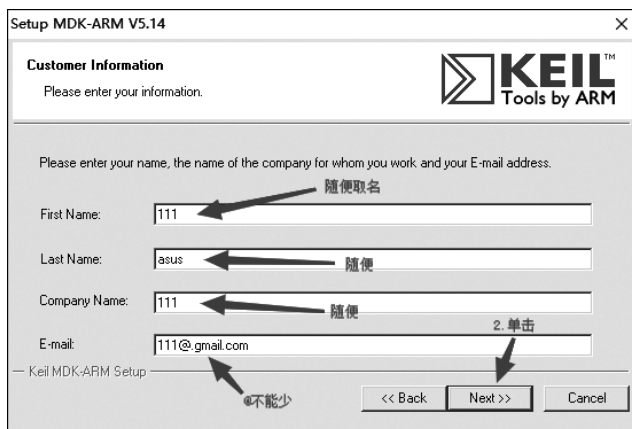
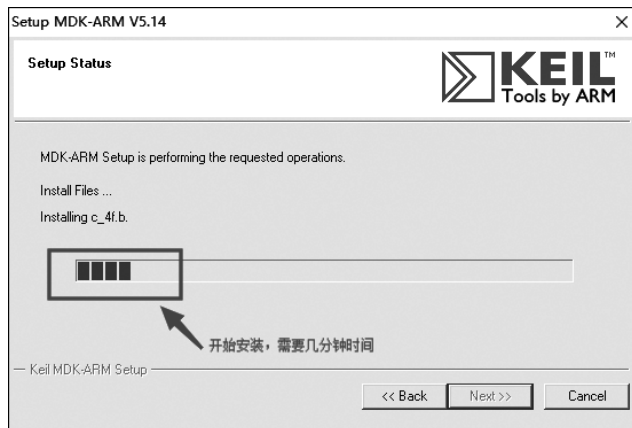

图 3-15 填写用户信息
图 3-16 等待安装
(7) 填写用户信息(@不能少),如图 3-15 所示,单击 Next 按钮。等待安装,需要几分钟时间,如图 3-16 所示。